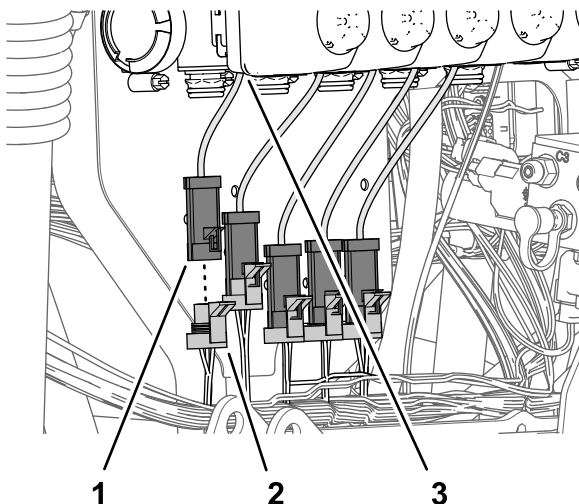

Bild 115
2. Stecken Sie den 3-Buchsen-Stecker (Bild 115) des 89-cm-Kitabelbaumzweigs, der mit NOZZLE VALVE 1 beschriftet ist, in den 3-Stift-Stecker des ganz linken Ventilaktuators (Stellung 1).
3. Stecken Sie den 3-Buchsen-Stecker (Bild 115) des 89-cm-Kitabelbaumzweigs, der mit NOZZLE VALVE 2 beschriftet ist, in den 3-Stift-Stecker des Ventilaktuators (Stellung 2).
4. Stecken Sie die restlichen 3-Buchsen-Stecker des 89-cm-Kabelbaumzweigs in den 3-Stift-Stecker der Ventilaktuatoren (Bild 115).